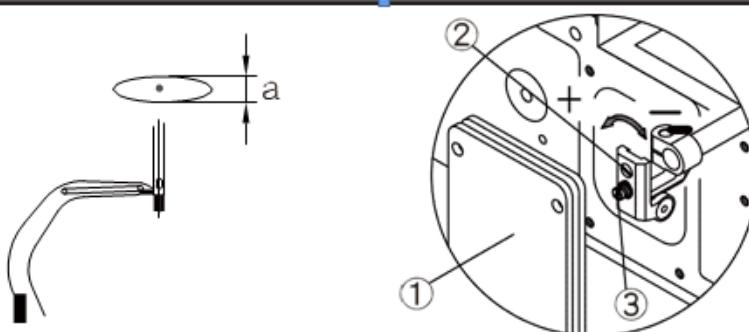

图 41 / Fig. 41
2. Ослабьте немного винт ③ .
3. Поверните винт ② для регулировки. Чтобы увеличить количество движения, поверните в направлении + . Для уменьшения количества движения, поверните в направлении - .
4. Затяните винт ③ после регулировки.
5. Затем закройте крышку (. (Рис.41)